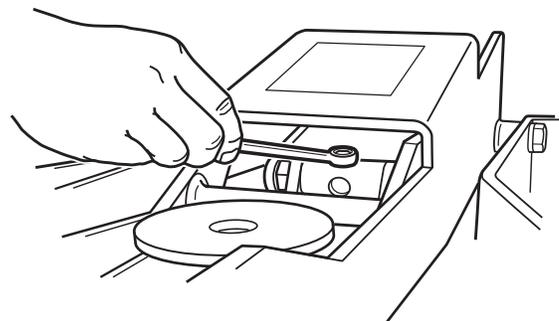

Figure 3
4. Utilisez une clé de 1,11 cm (7/16 po) pour insérer le boulon contre le piston. Reportez-vous à la Figure 3.